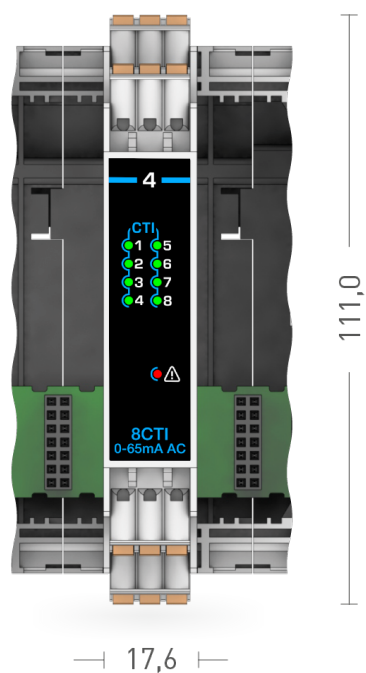
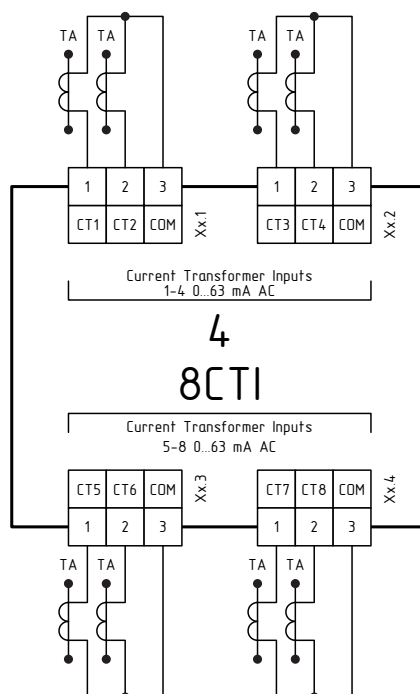

Рисунок 1.14 – Внешний вид модуля расширения MCU-4-8CTI
Рисунок 1.15 – Схема подключения модуля расширения MCU-4-8CTI
- Внешний вид и схема подключения приведены на рис. 1.14 и рис. 1.15.